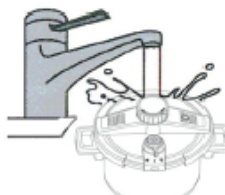

Fig. 11
- 2 Enfriamiento rápido. A veces es necesario que se enfríe rápidamente, coloque la olla en un lugar plano y moje lentamente la olla con agua fría hasta que la válvula de seguridad baje (Fig. 11, apertura de la tapa igual que en la anterior).